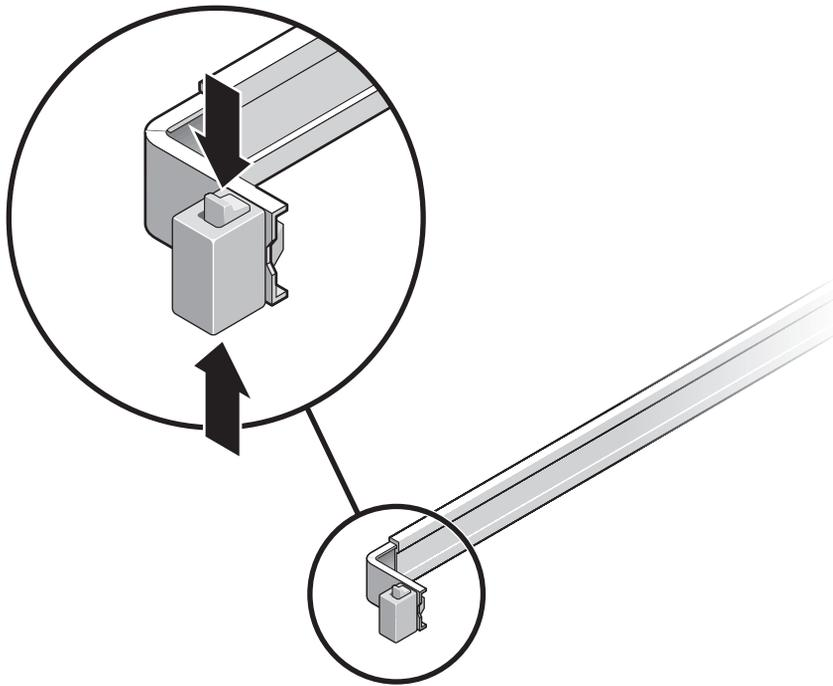

FIGURE 2-12 Débloquage de l'assemblage du rail coulissant
2. Débloquez les boutons de verrouillage du coulissement (voir FIGURE 2-12) aux extrémités droite et gauche du châssis, puis dégagez lentement le serveur du rack jusqu'à ce que les rails coulissants arrivent en fin de course.